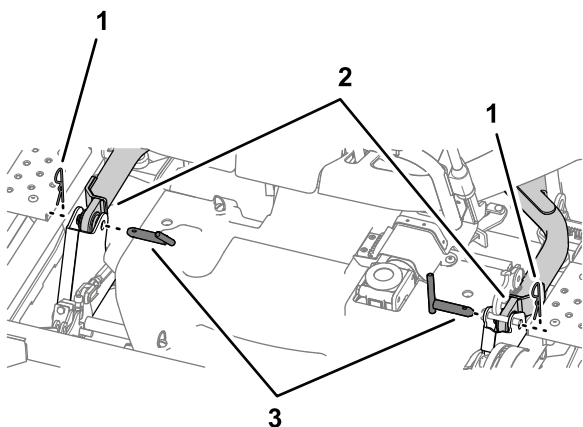

Figure 115
10. Retirez les 2 goupilles et les 2 axes de chape qui fixent les bras de levage de chaque côté du plateau de coupe (Figure 115).
6. Mettez en place la goupille et l'axe de chape pour fixer les bras levage de chaque côté ; voir Figure 115 sous Dépose du plateau de coupe \(page 78\).